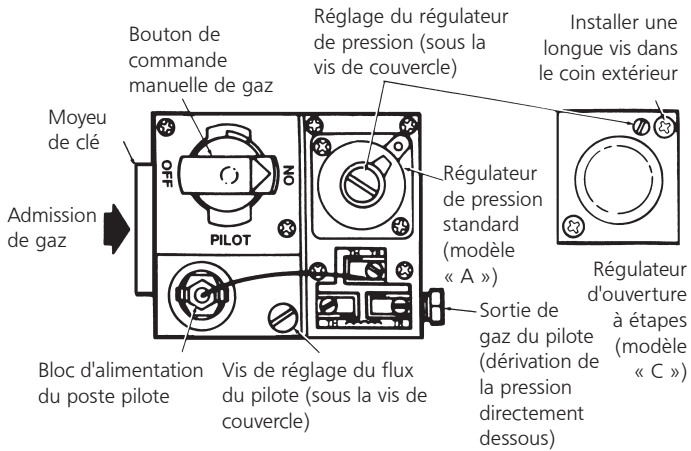

Figure 8. Vue en plan de la capacité standard de commande de gaz.
- Enlevez la vis du couvercle de réglage du pilote. Consultez la figure 8.
| Le pilote ne peut pas s'allumer | Orifice du pilote bloqué Robinet de gaz hors position La vis de réglage du flux de gaz est peut-être fermée | Remplacer Le bouton du robinet de gaz doit être tourné vers le pilote et doit être maintenu enfoncé Ouvrir et régler (voir la Figure 8) |